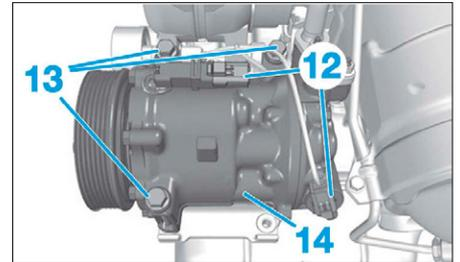

FIG. 8
- Débrancher les connecteurs (12) (Fig.8).
- Déposer les vis de fixation (13) du compresseur de climatisation.
- Écarter et brider le compresseur (14) sans ouvrir le circuit de climatisation.